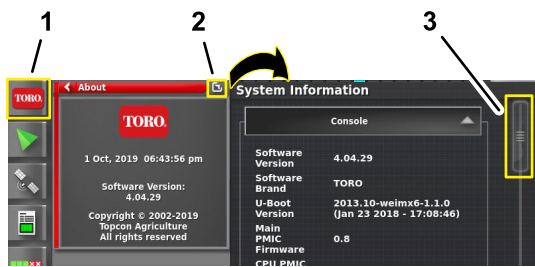

图 210
1. 按系统信息图标然后滑动系统信息窗口右上角的全屏图标图 210。